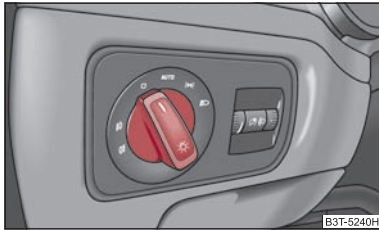

Fig. 47 Bordul: Comutator de lumini
- Rotiți întrerupătorul ⇒ fig. 47 în poziția ☀.
La autovehiculele cu **volanul pe dreapta** ordinea aranjării întrerupătoarelor diferă parțial față de ⇒ fig. 47 ordinea prezentată. Simbolurile de pe întrerupătoare sunt totuși aceleași.